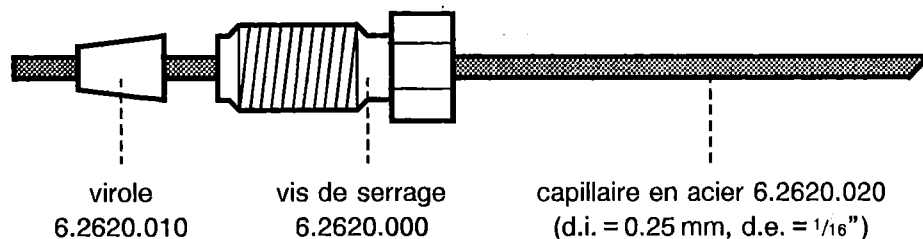

Fig. 8: Pièces de connexion en acier
- 2▶ Monter une vis de serrage 6.2620.000 et une virole 6.2620.010 au bout du capillaire en acier selon Fig. 8.